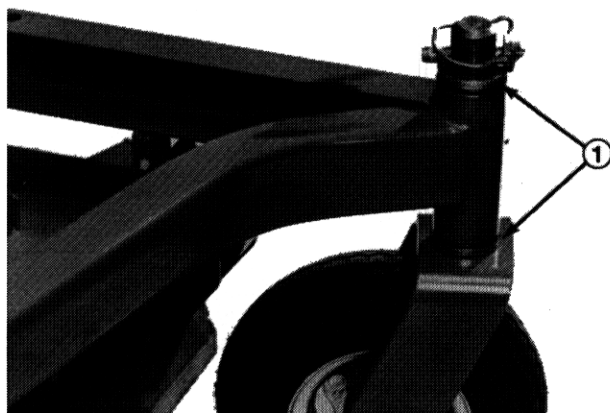

Fig 3
4. Sæt en uddriver ind i monteringsrørets øverste eller nederste del og driv bøsningen ud af røret (Fig. 3). Driv også den anden bøsning ud af røret. Rens indersiden af rørene for at fjerne snavset.